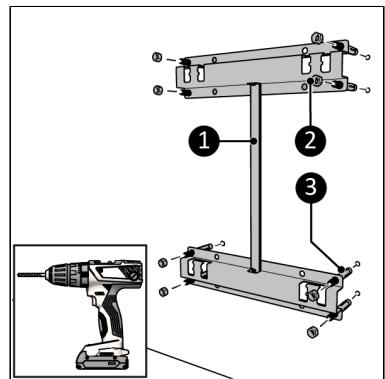

Abbildung 52.
3. Platzieren Sie die Ankerbolzen (Abbildung 52, Pos. 3).
4. Befestigen Sie die Wandhalterung (Abbildung 52, Pos. 1) mit den acht Muttern (Abbildung 52, Pos. 2) an der Wand.